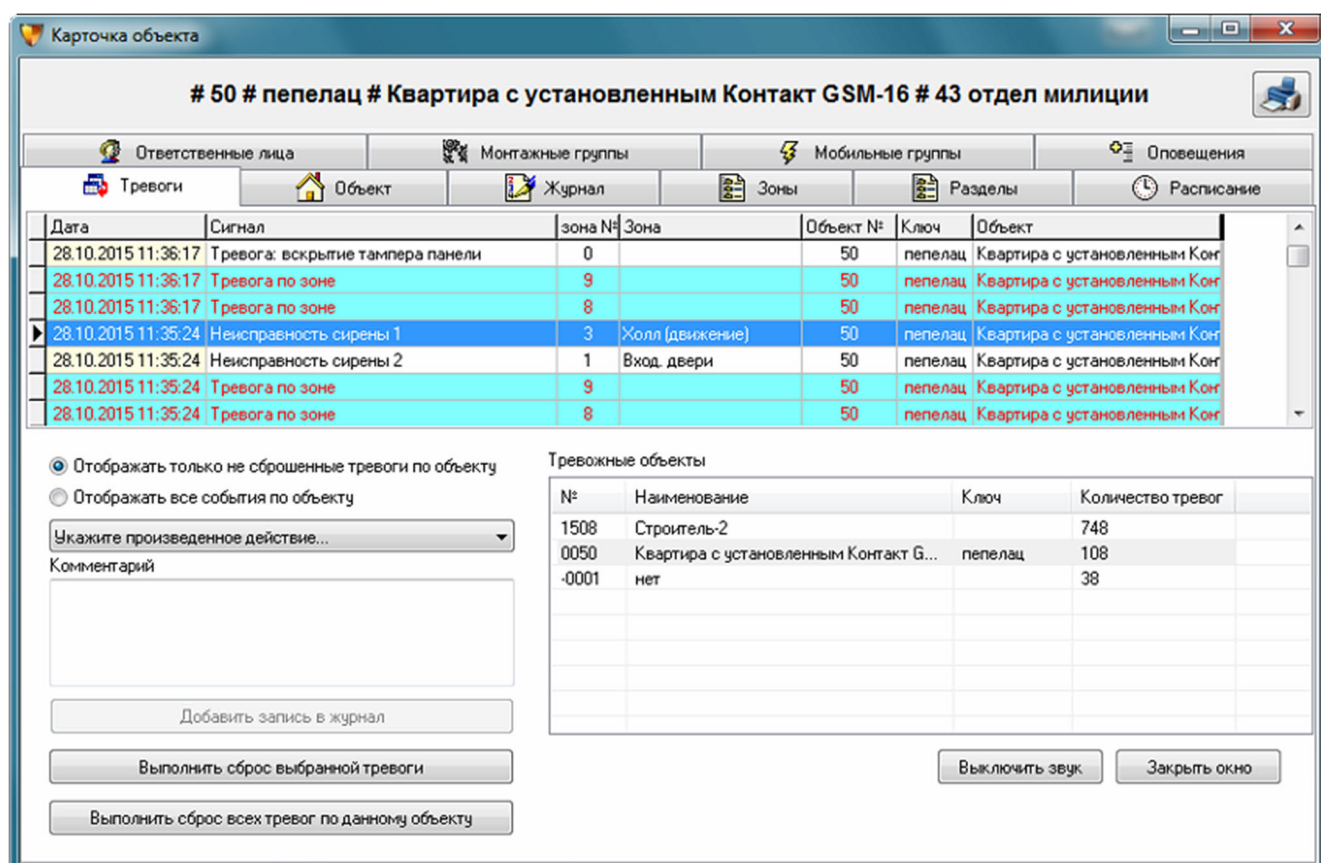

Рисунок 28
5.4.5 На вкладке «Тревоги» отображается информация о событиях, которые произошли на объекте (Рисунок 28).